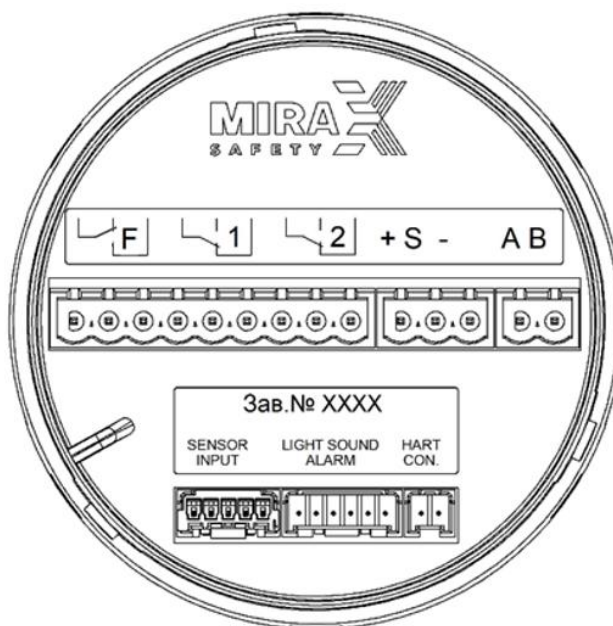

Рисунок 29 – Электронный модуль
- 6) Кабель подключить к разъёму, маркированному на электронном модуле как HART CON. (см. рисунок 29);
- 7) Кабель подключить к разъёму, маркированному на электронном модуле как LIGHT SOUND ALARM (см. рисунок 29);